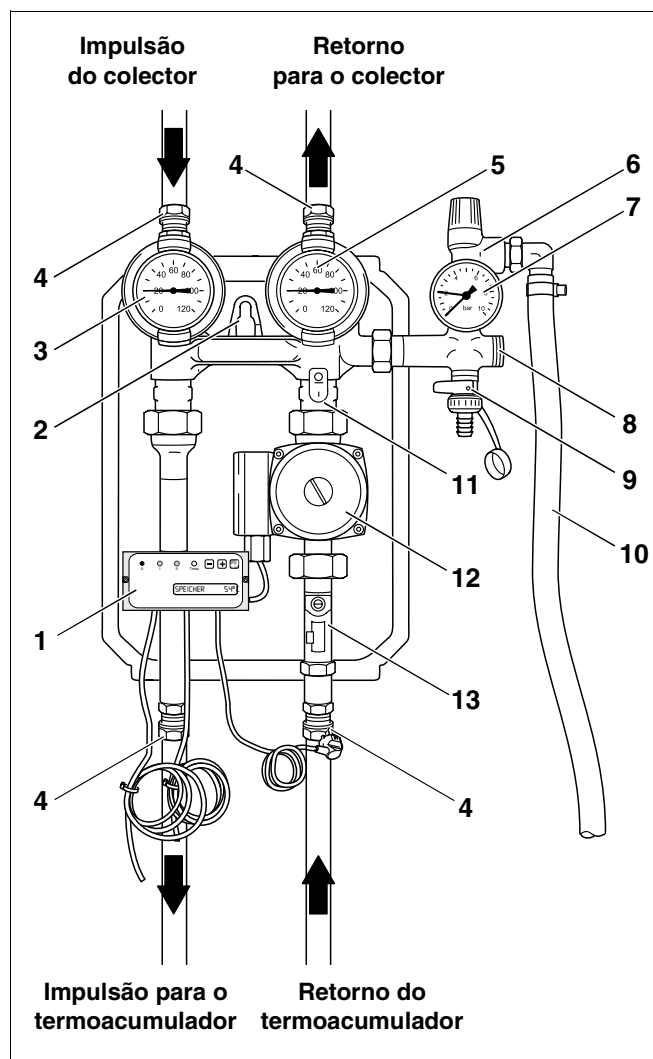

Fig. 1 Estação solar completa Logasol KS 01.. R (para um consumidor)
- duas torneiras de esfera (Fig. 1, **Item 3 e 5**) com termómetro integrado e visor para leitura da indicação directamente na estação.
- uma válvula de segurança (Fig. 1, **Item 6**), que protege a circulação do sistema de energia solar. A válvula de segurança e o manómetro (Fig. 1, **Item 7**) estão integrados no grupo de segurança.
- um travão antigravidade (Fig. 1, **Item 11**) evita uma possível circulação da água por gravidade no circuito solar.
- uma bomba de circulação (Fig. 1, **Item 12**).
- um limitador de caudal com torneira de corte (Fig. 1, **Item 13**).
O fluido térmico é circulado através da bomba de circulação integrada na estação completa (Fig. 1, **Item 12**).